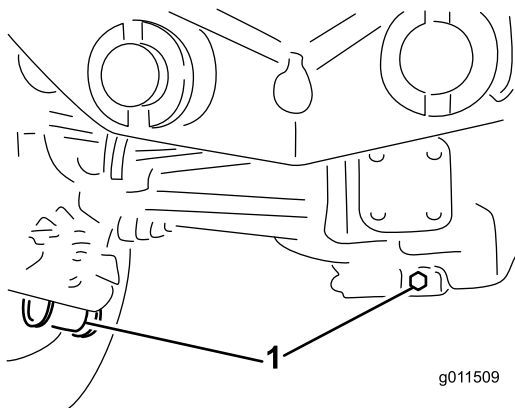

Figure 65
- Nettoyez la surface autour des 3 bouchons de vidange, 1 à chaque extrémité et 1 au centre (Figure 65).